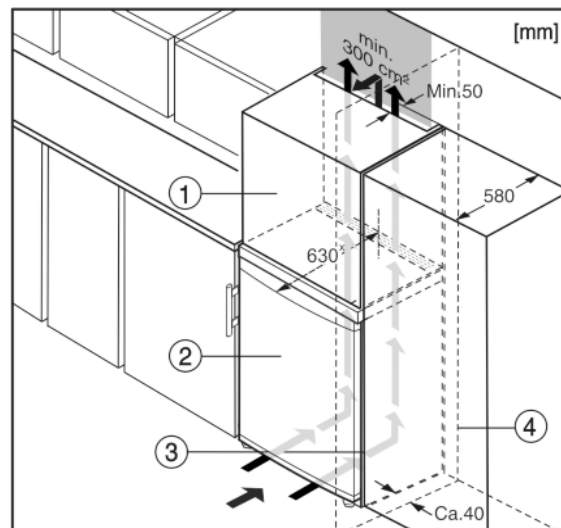

Fig. 6
Het apparaat Fig. 6 (2) kan worden ingebouwd in de keuken. Om het apparaat aan de hoogte van het keukenblok aan te passen, kunt u er een passende opbouwkast Fig. 6 (1) op plaatsen.\*
Bij een ombouw met keukenkasten (diepte max. 580 mm) kan het apparaat direct naast de keukenkast Fig. 6 (3) worden geplaatst. Het apparaat steekt aan de zijkant 34 mm\* en in het midden 50 mm\* uit ten opzichte van het keukenkastfront.\*
Plaats u het apparaat met de scharnierkant naast een muur Fig. 6 (4), dan moet de afstand tussen apparaat en muur minstens 40 mm bedragen. Dit in verband met het uitsteken van de deurgreep bij een geopende deur.